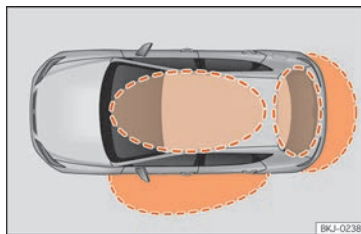
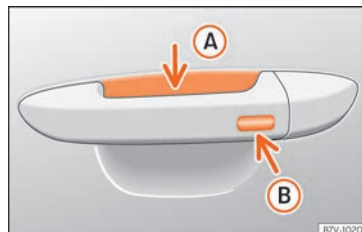

Fig. 93 Keyless Access: zonas de proximidade.
Fig. 94 Manípulo da porta: superfícies sensoras
»» Fig. 94
O Keyless Access é um sistema de fecho e arranque sem chave com o qual se pode destrancar e trancar o veículo sem utilizar ativamente a chave do mesmo. Para isso, só é necessário que exista uma chave do veículo válida na zona de deteção correspondente à tentativa de acesso ao veículo »» Fig. 93 e tocar numa das superfícies sensoras dos manípulos das portas »» Fig. 94 »» .
Se se encontrar uma chave válida numa das zonas próximas » » **Fig. 93**, o sistema de fecho e arranque sem chave Keyless Access confere à referida chave direitos de acesso quando se toca numa das superfícies sensoras dos manípulos das portas dianteiras.
- Agarre no manípulo da porta do condutor. Ao fazê-lo, toca-se na superfície sensora » » **Fig. 94 A** (seta) do manípulo e destranca-se o veículo.
- Toque *uma vez* na superfície sensora de trancagem » » **Fig. 94 B** (seta) do manípulo da porta do condutor. A porta cujo manípulo se aciona deverá estar fechada.
- Toque *uma vez* na superfície sensora » » **Fig. 94 B** (seta) do manípulo da porta do condutor. O veículo é trancado com o sistema de segurança «Safe» » » **Página 108**. A porta cujo manípulo se aciona deverá estar fechada.
- Toque *duas vezes* na superfície sensora » » **Fig. 94 B** (seta) do manípulo da porta do condutor para trancar o veículo sem ativar o sistema de segurança «Safe» » » **Página 108**.
Quando o veículo está trancado, a porta da bagageira destranca-se automaticamente ao abri-lo se numa zona próxima »» **Fig. 93** se encontrar uma chave do veículo válida.
- Pressione o botão de fecho  do comando à distância e toque uma vez, dentro dos 5 segundos seguintes, na superfície sensora de bloqueio do manípulo da porta do condutor »» **Fig. 94** . Não agarre o manípulo da porta, caso contrário o veículo não trancará.
Para **fechar com a função de conforto** todas as janelas elétricas e o teto de vidro, mantenha um dedo durante uns segundos sobre a superfície sensora de bloqueio »» **Fig. 94**  (seta) do manípulo da porta até que as janelas e o teto se tenham fechado.
caso existisse alguma chave do veículo válida na zona próxima. Se, pelo menos, uma das janelas com acionamento elétrico estiver aberta e se se ativar a superfície sensora » » Fig. 94 (B) (seta) de um dos manípulos de forma permanente, fechar-se-ão todas as janelas.